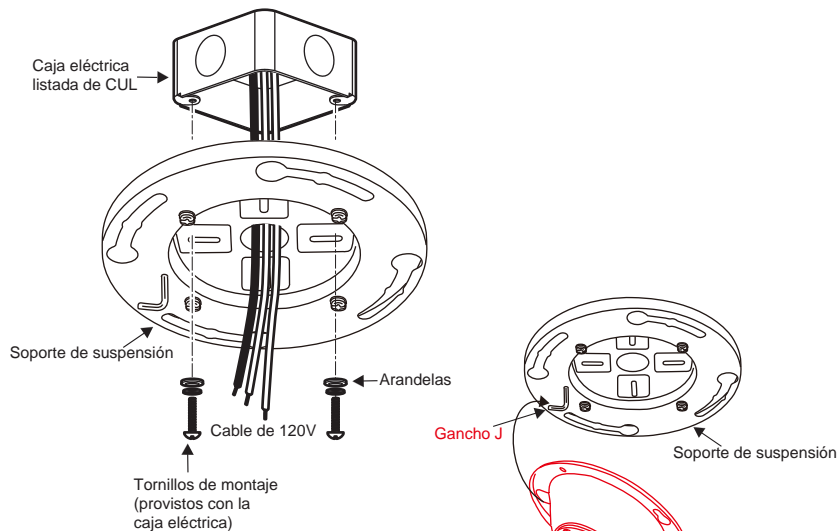

Fig. 5
Paso 1. Pase los cables de alimentación de 120 voltios a través del orificio central en el soporte de suspensión del techo como se muestra en la Fig. 5.